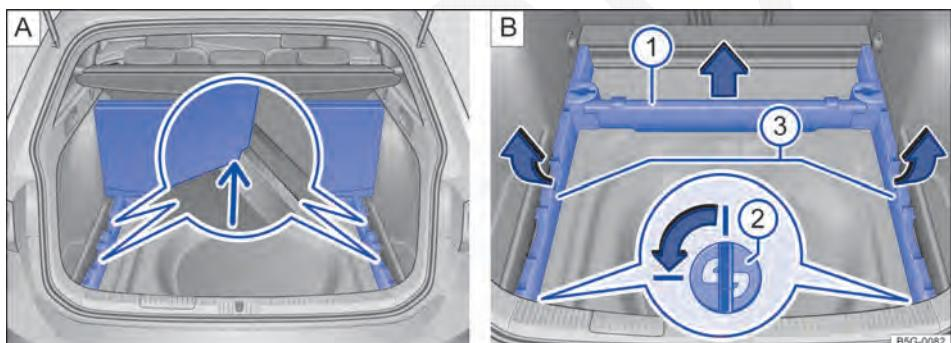

Fig. 103 No compartimento de bagagem: **A** assoalho do compartimento de bagagem levantado, **B** remover os suportes do assoalho do compartimento de bagagem.
- Travar os cantos externos do segmento traseiro do assoalho do compartimento de bagagem nos ressaltos do suporte ⇒ Fig. 103 A (lupa, seta).
- Retirar o suporte dianteiro do assoalho do compartimento de bagagem ⇒ Fig. 103 B ① no sentido da seta para cima e guardar fora do compartimento de bagagem.
- Para destravar, girar ambos os suportes de encaixe ⇒ Fig. 103 B ② (lupa) em um quarto de giro (90°) no sentido da seta e retirar para cima.
- Levantar ambos os suportes laterais do assoalho do compartimento de bagagem ⇒ Fig. 103 B ③ na área traseira no sentido da seta e retirar para trás dos alojamentos dianteiros.
- Guardar com segurando os suportes do assoalho do compartimento de bagagem removidos ⇒ Fig. 103 B ①, ③ e os suportes de encaixe ⇒ Fig. 103 B ②.